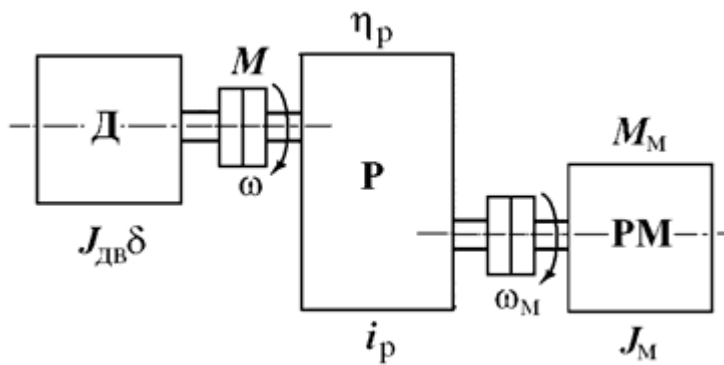

Рис.2. Механизм вращательного действия с редуктором
**Задача 2.** Механизм вращательного действия (рис.2) включает в себя рабочий механизм РМ, редуктор Р и двигатель привода Д. Данные механизма:  $M_{М0} = 20$  Нм;  $M_М = 200$  Нм;  $J_М = 2$  кгм2;  $i_p = 2,0$ ;  $\eta_p = 0,5$ . Двигатель характеризуется установившейся скоростью  $\omega = 100$  рад/с и моментом инерции  $J_{дв\delta} = 0,5$  кгм2.
Задача 4. Определить оптимальное передаточное число  $i_{опт}$  редуктора механизма вращательного действия (см. рис.2) при работе на холостом ходу ( $M_M = 0$ ).